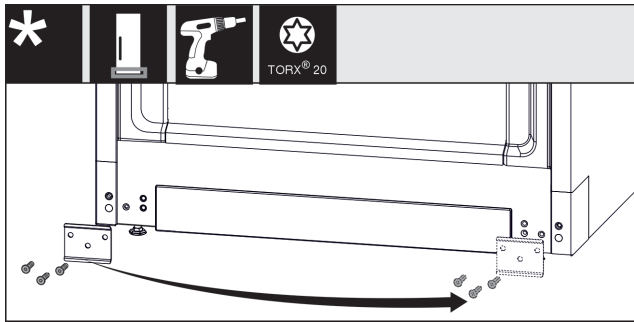

Fig. 13
- Lironi vidat e llamarinës, kthejeni atë në anën tjetër dhe mbërthejeni sërish me vida. Fig. 13 (1)